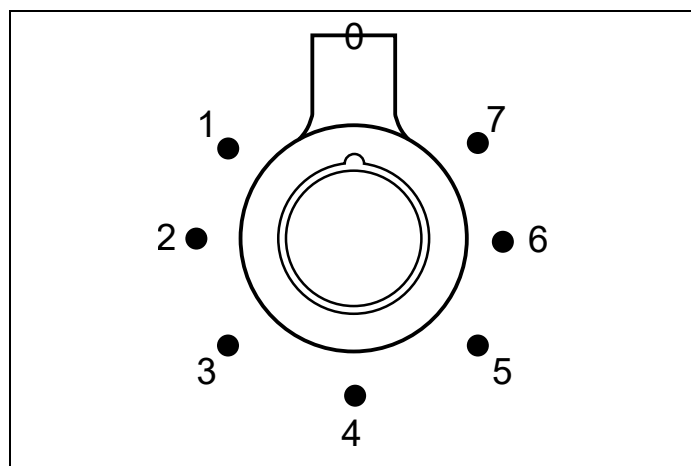

Fig. 20
- Appuyer sur le bouton (Fig. 20) et le tourner dans le sens inverse des aiguilles d'une montre jusqu'à la position sélectionnée.